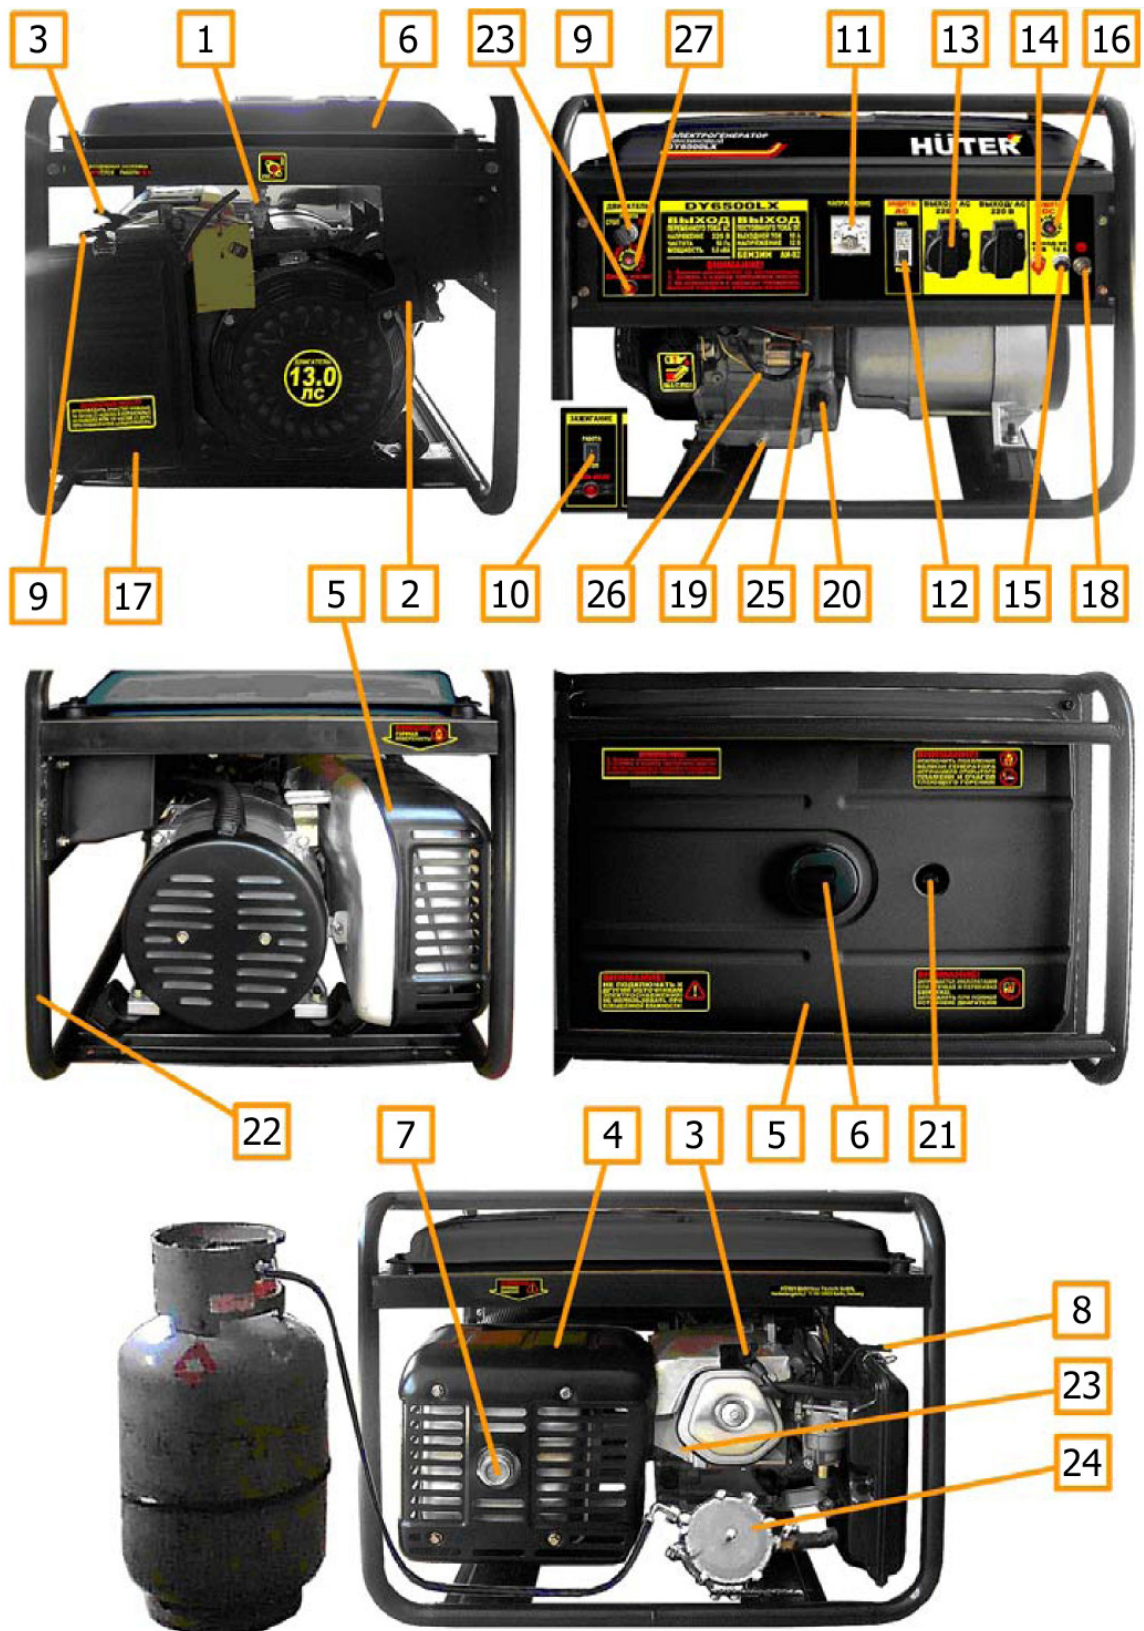
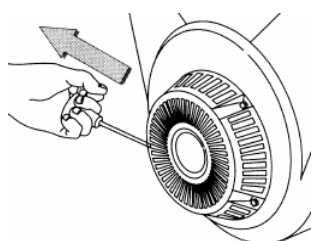

Рис. 1
Рис. 3
- Вывинтить щуп (поз.20 рис.1) и залить в картер масло соответствующего типа (таблица 2 п.8) до нижнего края горловины. Вставить чистый сухой щуп в горловину картера и вынуть его. Проверить уровень масла: граница смоченной области щупа должна располагаться между отметками минимального и максимального уровней.
– При установке генератора следует подключить к резьбовой клемме (поз. 18) (рис. 1) проводник заземляющего устройства, удовлетворяющего требованиям раздела «Обеспечение требований безопасности».
1. В качестве топлива используется бензин марки АИ-92, а также бытовой сжиженный баллонный газ: пропан и пропан бутан, в случае установки газовой системы питания (поз. 24 рис. 1), см. также рис. 2;
4. Установить лоток аккумуляторной батареи GG-H650-M22-E в соответствии с каталогом запасных частей. Подключить провода аккумуляторной батареи поз. GB1 (Приложение 1) к клеммам (поз.25, 26 рис.1), строго соблюдая указанную полярность.
1. Отключить все потребители переменного тока от генератора, переведя рычаг автоматического выключателя (поз.12 рис.1) в отключенное положение «0», отсоединить потребители постоянного тока от клемм (поз.14, 15 рис. 1).;
2. При использовании бензина открыть топливный кран (поз.1 рис.1) при закрытом вентиле газового баллона, (см. также рис. 4), или открыть вентиль газового баллона при закрытом топливном кране (поз.1 рис.1) в случае использования газа.
3. При использовании бензина перевести рычаг управления воздушной заслонкой (поз.8 рис.1) в крайнее левое положение при пуске холодного двигателя и в промежуточное положение при пуске прогретого двигателя. При использовании газа нажать на несколько секунд кнопку в центре регулятора (поз.1 рис. 2) для заполнения впускной трубы газом, затем отпустить кнопку.
4. Перевести выключатель двигателя (поз.9, 10 рис.1) в отключенное положение «0» или «СТОП»
5. Плавно вытянуть до упора трос ручного стартера за ручку (поз.2 рис.1) и вернуть в исходное положение (см. также рис.3)
6. Перевести выключатель двигателя (поз.9, 10 рис.1) во включенное положение «1» или «РАБОТА».
7. При ручном пуске, придерживая генератор за раму, резко с интенсивным усилием вытянуть трос ручного стартера до упора (рис.3), повторив действие несколько раз при необходимости. Если двигатель не запускается, следует изменить положение рычага воздушной заслонки, сдвигая его вправо тем больше, чем выше температура двигателя и окружающего воздуха при использовании бензина или повторить кратковременное нажатие кнопки регулятора при работе на газе, затем повторить пуск. Включение электрического стартера производится поворотом ключа выключателя (поз.9 рис.1) в крайнее правое положение «ПУСК». Сразу после пуска двигателя отпустить ключ выключателя для обеспечения его самовозврата в среднее положение. При срабатывании защиты (поз.27 рис. 1) нажать сброс после остывания автоматического выключателя.
9. При работе на бензине после прогрева двигателя в течение времени около 10-40 секунд, в зависимости от начальной температуры, перевести рычаг заслонки (поз.8 рис.1) в крайнее правое положение, если при этом двигатель работает неустойчиво вернуть рычаг заслонки в прежнее положение и обеспечить завершение прогрева.
ваний безопасности». Полная (сумма активной и реактивной) мощность всех подключаемых потребителей в стационарном режиме не должна превышать значений номинальной мощности, указанных в Таблице 1 п.3. Не допускается длительное превышение номинальной мощности более, чем на 10% свыше номинального значения. Включить автоматический выключатель (поз.12 рис.1), установив его рычаг управления в положение «1».
- При работающем генераторе отключить автоматический выключатель (поз. 12 рис. 1), отсоединить потребители постоянного тока от клемм.
- Перевести выключатель двигателя (поз. 9 рис. 1) в отключенное положение «0».
- Закрыть топливный кран (поз. 1 рис. 1).
6.1 Наличие и величина напряжения переменного тока индицируется и измеряется вольтметром (поз. 11 рис. 1).
6.2 Причиной отсутствия напряжения при работающем генераторе может служить срабатывание автоматических выключателей защиты цепей от перегрузки (поз. 12, 16 рис.1).